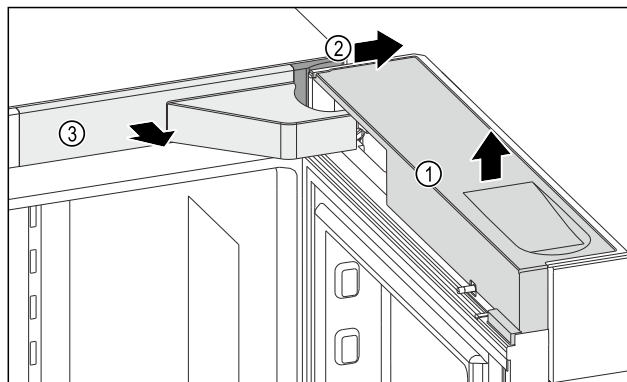

Fig. 11
- ▶ Retirer le cache Fig. 11 (1).
- ▶ Retirer le cache Fig. 11 (2).
- ▶ Retirer le cache Fig. 11 (3).